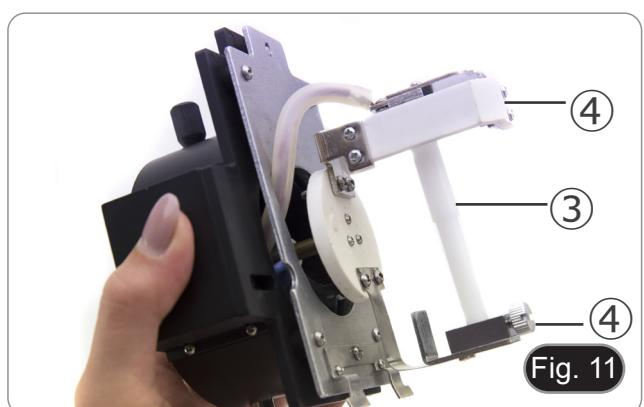

Fig. 11
2. Retire o bloco de plástico ③ do suporte da lâmpada (ou a lâmpada esgotada em caso de substituição) desapertando os dois parafusos de bloqueio ④. (Fig. 11)